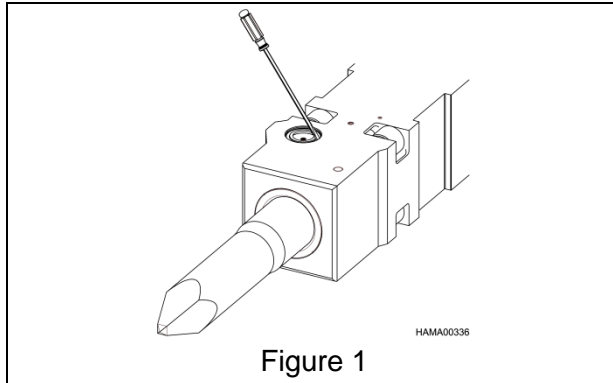
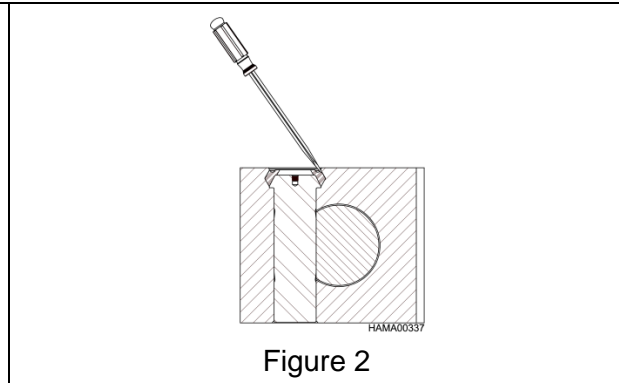

Figure 1
Figure 2
1. Retirer le segment de retenue à l'aide d'une paire de pinces ou d'un tournevis, voir les figures 1 et 2. Le segment sort facilement s'il est tiré en angle, comme illustré à la figure 2.